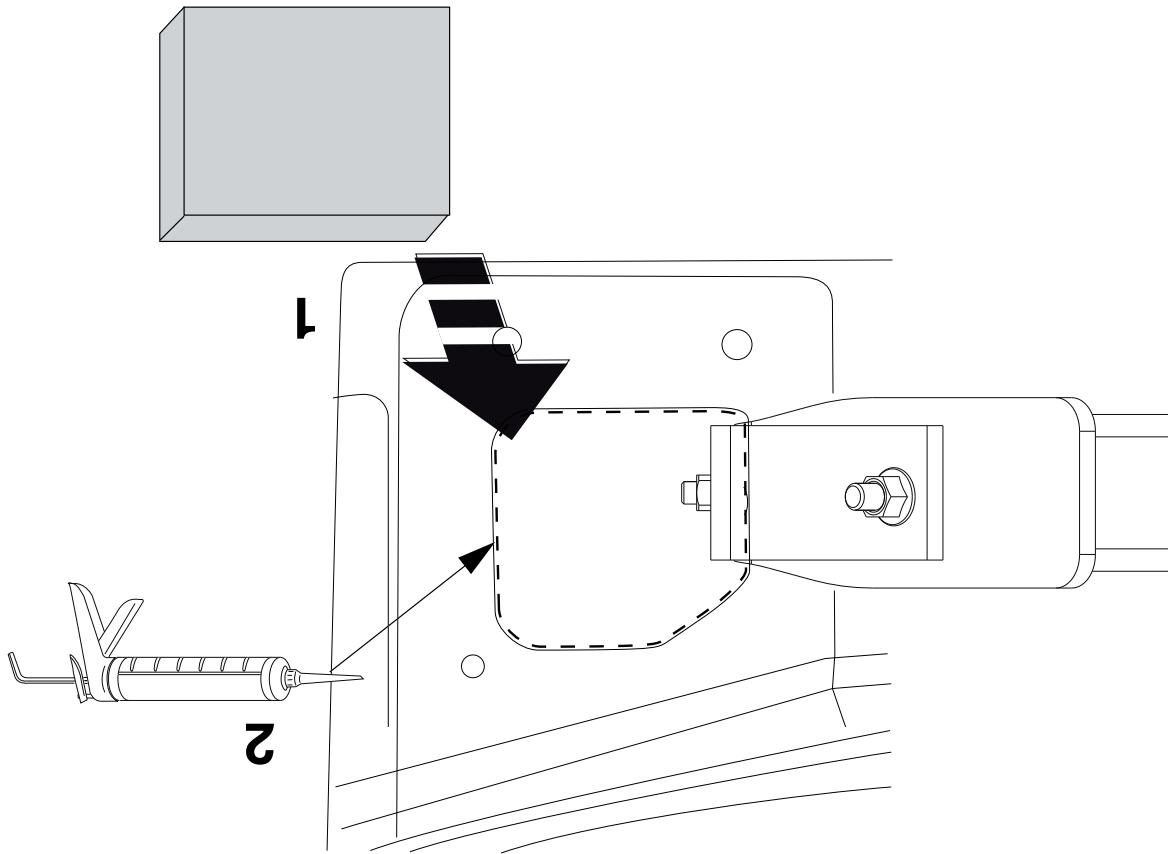

Fig. 3
9. Place the two PE foam blocks as sealing in the chassis members. Seal the portions indicated (see fig. 3).
9. Die zwei PE-Schaumblöcke als Dichtung in den Fahrgestellträger einsetzen. Die angegebenen Teile kitten (siehe Abb. 3).